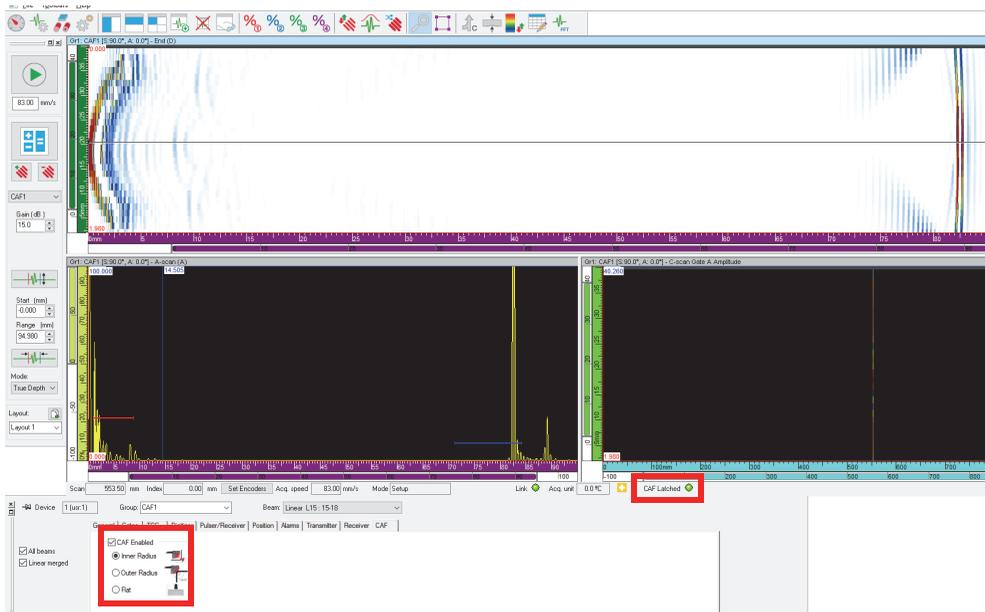

Figura 4-60 Selecionando e habilitando o tipo CAF
8. Na guia CAF (em Configurações UT), marque a caixa de seleção **CAF ativado** e seleccione o tipo de superfície (Figura 4-60 na página 158).